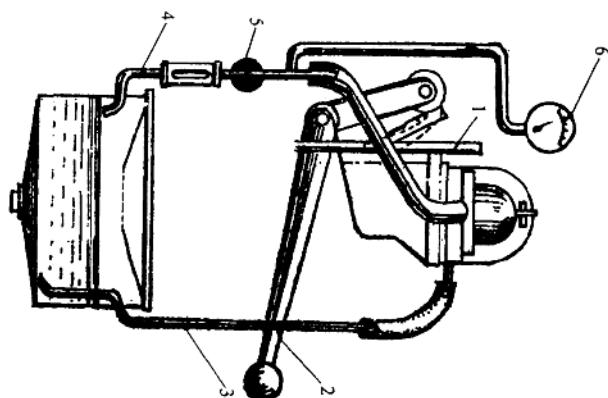

图1-31 测试汽油泵出油流量
(2) (图1-31)汽油泵出油流量的简单测试方法。将汽油泵固装在座板1上、摇动摇杆2、推动汽油泵摇臂工作，使汽油管3吸人、从管4输出。在正常情况下，摇杆摇动10次左右，便应有汽油流出。在此设备上亦可检查汽油泵最大压力。将阀门5关闭，即可从压力表6读出最大压力。